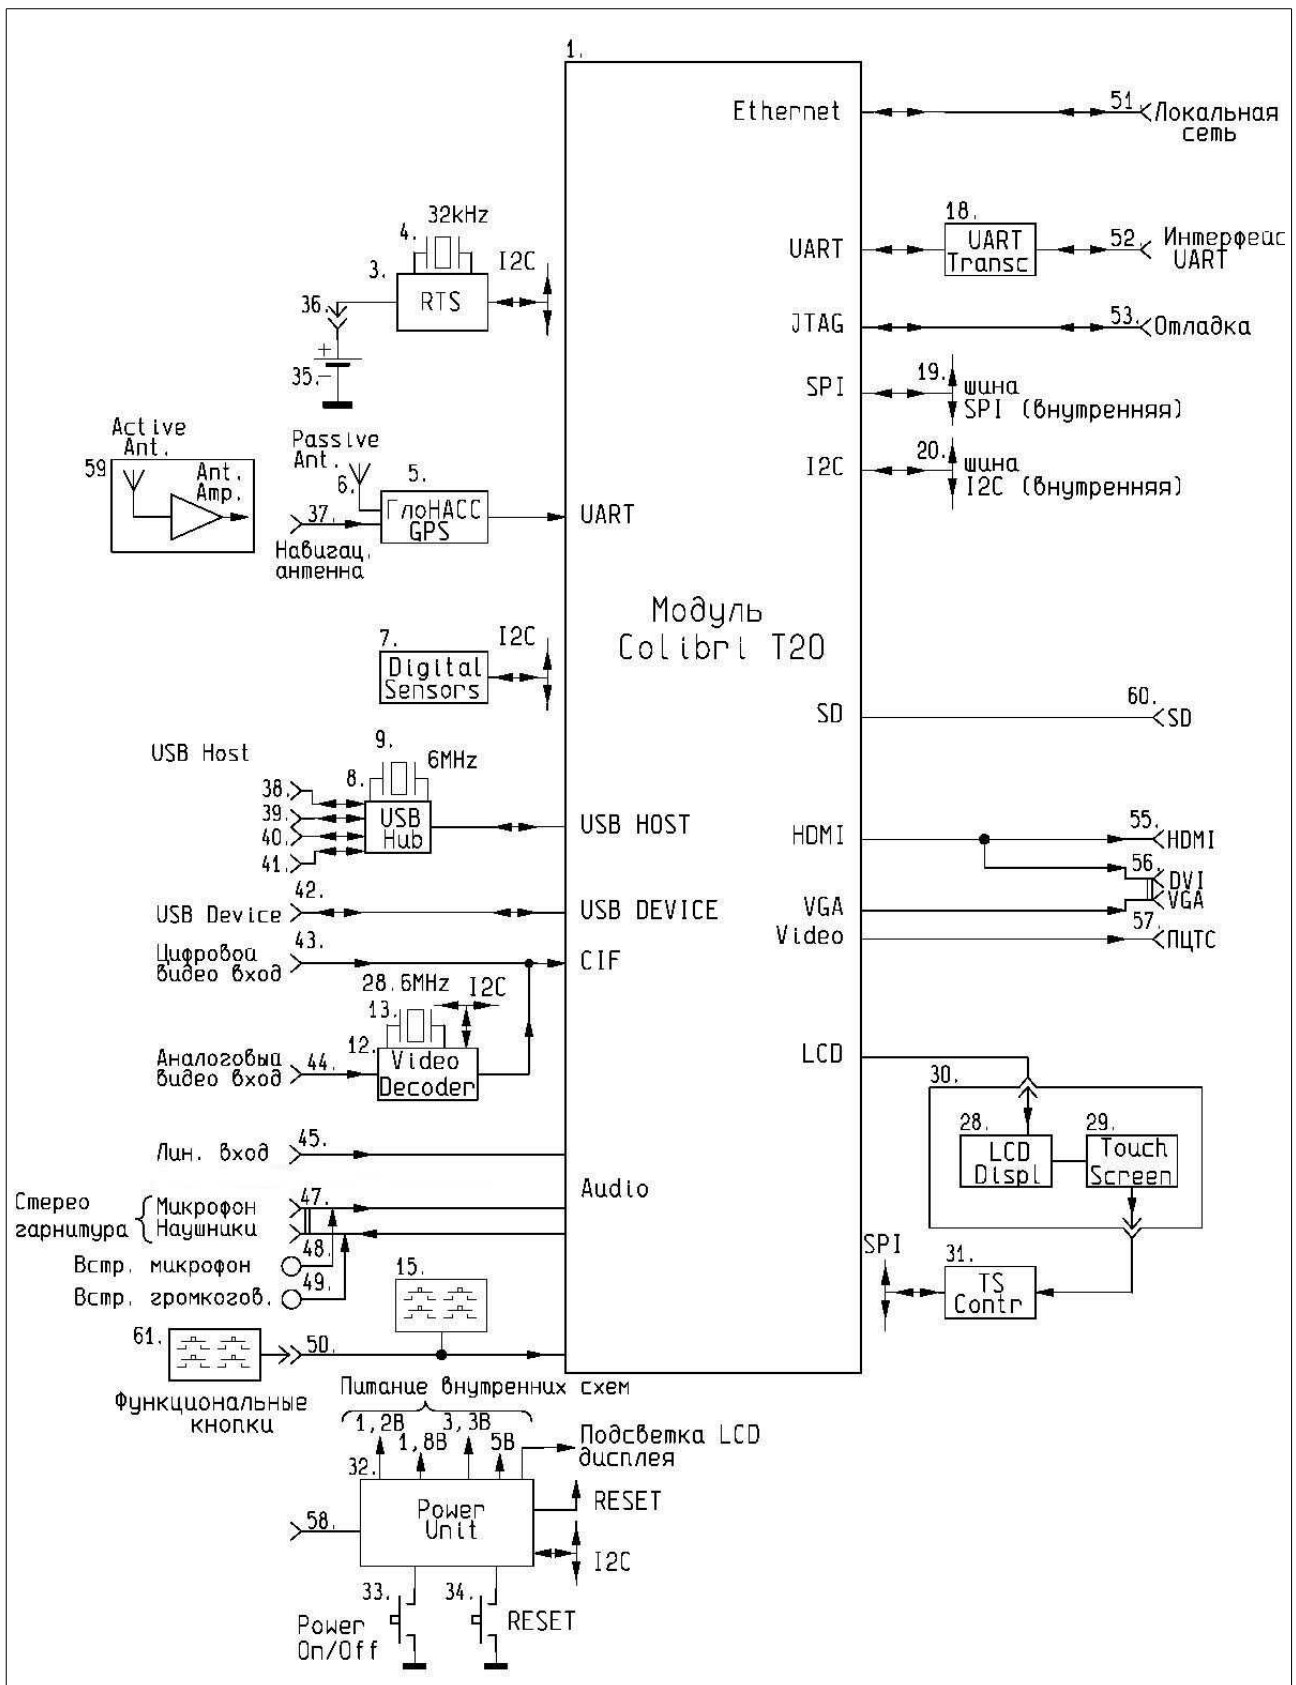

Рис. 3. Блок-схема электронного модуля малогабаритного вычислительного комплекса, вариант Tegra 2
На рисунке 3 приведена общая блок-схема модуля, основой которого является БИС Tegra 2 производства фирмы NVidia. Эта БИС смонтирована в составе одноплатного SODIMM sized микрокомпьютера Colibri T20 фирмы Toradex, на печатной плате которого, кроме процессора Tegra 2, установлены БИС оперативной и Flash памяти, аудиокодек, тактовый генератор и компоненты подсистемы питания. Печатная плата микрокомпьютера Colibri T20 помечена на рис. 3 под номером (1), далее в этом разделе Руководства по эксплуатации номера в круглых скобках соответствуют позиционным обозначениям по рис. 3.